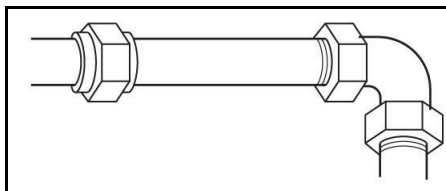

Figure 4
- Le raccord en tuyau rigide demande une combinaison de raccords de tuyauterie pour obtenir un raccordement en ligne vers le fourneau de cuisine. Le tuyau rigide doit être au niveau avec le raccordement du fourneau de cuisine. Toutes les tensions doivent être enlevées des conduites d'alimentation et de combustible afin que le fourneau de cuisine soit au niveau et en ligne. (Voir la figure 4)